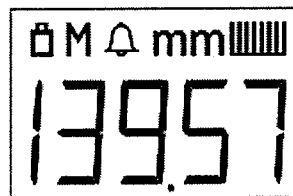

Рисунок 13 – Режим АСД включен
4) Повторно нажать клавишу  и вернуться в предыдущий режим измерения. Если порог не равен нулю, то на дисплее остается отображаться индикатор «» [режим «АСД» включен (Рисунок 13)]. Если порог равен нулю, то индикатор «» не отображается (режим «АСД» отключен).